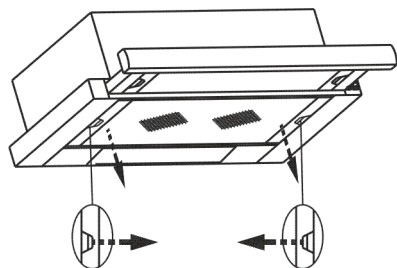

рис. 7
8.3 Для очистки алюминиевого фильтра извлеките его из вытяжки (рис. 7) и произведите его очистку с помощью щетки водным раствором нейтрального моющего средства вручную или в посудомоечной машине (при 60°C). Сильно загрязненный фильтр не следует мыть в посудомоечной машине.
- снимите алюминиевый фильтр (рис. 7);
- снимите алюминиевый фильтр, для этого нажмите на пружинный замок на фильтре и потяните его вниз и на себя (рис. 7);